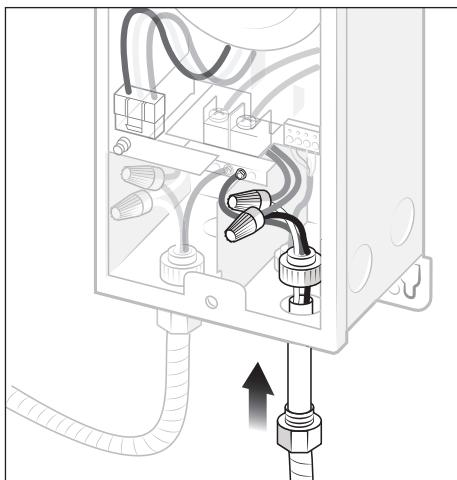

Figura 4. Conexión de cables de bajo voltaje
2. Pase un conector de conducto por el orificio preperforado del controlador de luces; consulte la *Figura 4*.
3. Pase el cable de luz de bajo voltaje por el conducto y el conector del conducto en el controlador de luces; consulte la *Figura 4*.
4. Conecte los cables de bajo voltaje con tuercas para alambre (el cable blanco al cable anaranjado y el cable negro al cable anaranjado). Consulte la *Figura 4*. Si instala una luz de nicho, conecte el cable de tierra verde a la barra de terminales en el controlador.